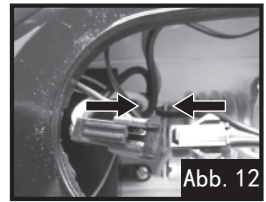

Abb. 12
12. Verbinden Sie die Kabelstecker von Motor und Gondel, Abb. 12.